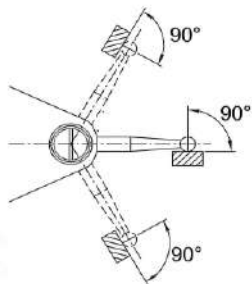
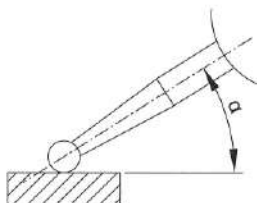

Рис. 4
Рис. 5
2. Во время измерения измерительный наконечник должен быть расположен вертикально по отношению к направлению измерения (рис. 4). Если измерительный наконечник находится под углом к направлению измерения (рис. 5), необходимо сделать следующую правку: